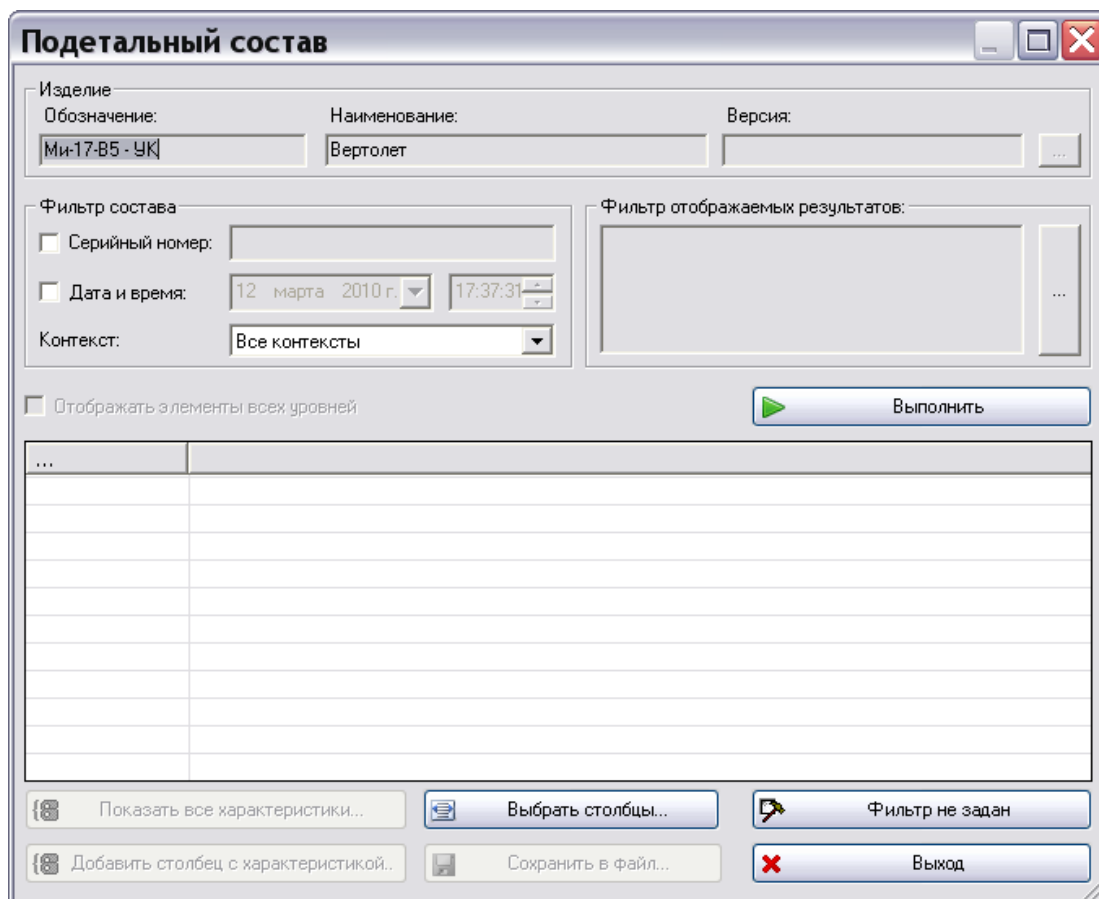

Рис. 76
2. Нажмите правой кнопкой мыши на название изделия и в контекстном меню выберите команду **Показать поддетальный состав** (или **Показать полный состав**). После этого появится диалоговое окно **Поддетальный состав** (**Полный состав**) (Рис. 76).